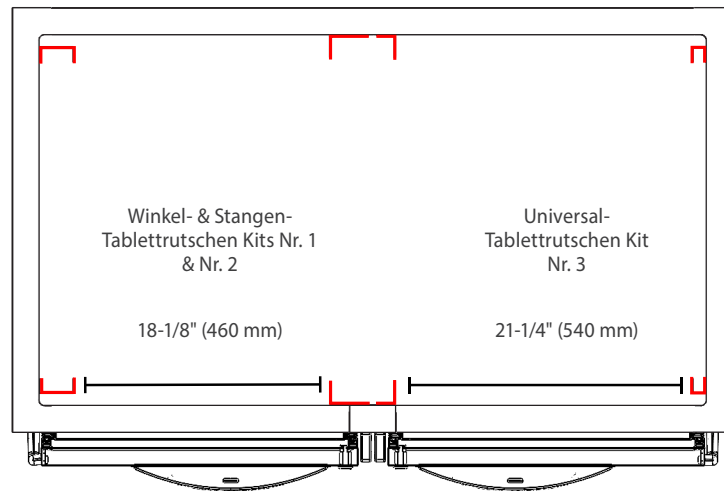

Abb. 5. Messen Sie den Abstand zwischen den Säulen. Ansicht von oben nach unten.
4. Überprüfen Sie die Breite zwischen den Pfeilern. Siehe Abb. 5 und 6.